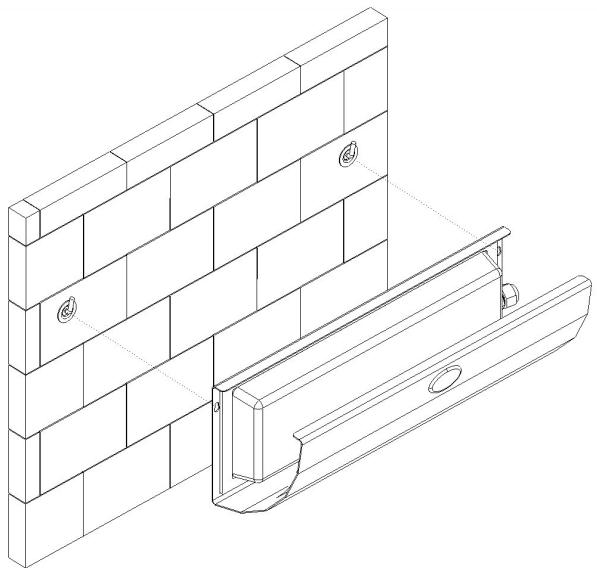

Fig.7
- Art.701: montate l'apparecchio come i Fig.7.